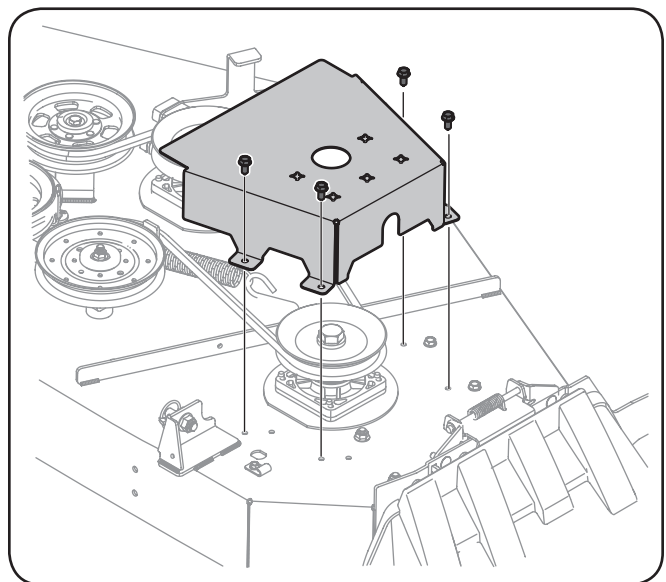

Figure 7-7
- Retirez les boulons qui fixent les couvercles de courroie au plateau de coupe. Voir Figure 7-7.
3. Pour retirer les deux poulies de tension, enlevez les boulons et les écrous autobloquants qui les retiennent au plateau de coupe et au bras de renvoi. Voir Figure 7-7. Prenez soin de ne pas perdre les boulons et les écrous autobloquants.
5. Placez la courroie neuve autour des poulies de fusée et remplacez les couvercles de courroie. Voir Figure 7-7.